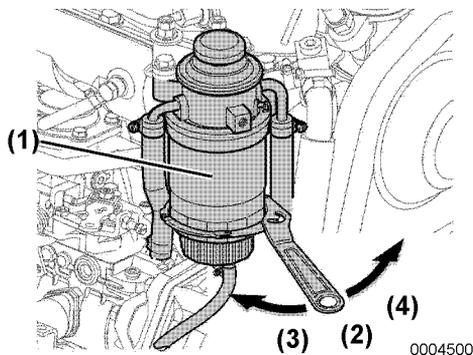

Abbildung 14
6. Filtergehäuse (**Abbildung 14, (1)**) mit einem Filterschlüssel entfernen (**Abbildung 14, (2)**).